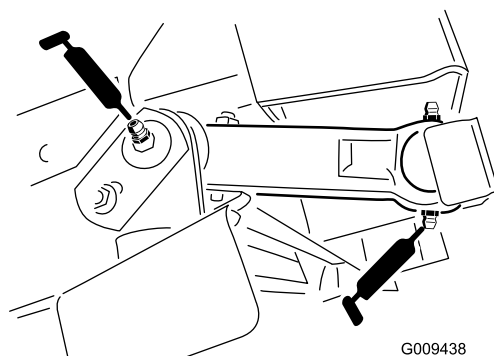

Figure 43
- Pivot de biellette inférieure (4) (Figure 43)
- Pivot de biellette supérieure (4) (Figure 43)